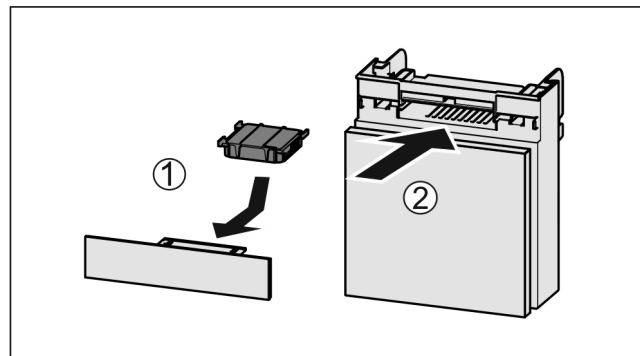

Fig. 171
- Sett inn Fig. 171 (1) aktivkullfilteret etter figuren.
- Skyv inn Fig. 171 (2) hyllen.